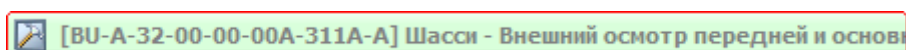

Рис. 5.1
4. Дайте модулю данных название «Шасси – Внешний осмотр передней и основных опор шасси», введите код (Рис. 5.1).